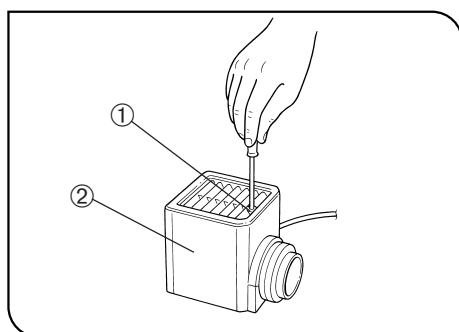

Fig. 22
5. Inserire il coperchio del vano portalampada dall'alto sulla base dell'alloggiamento. Serrare la vite di fermo ① premendo il coperchio verso il basso (Fig. 22).